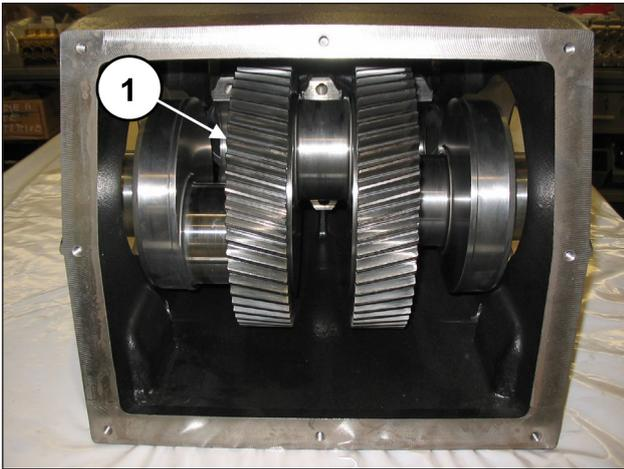

Fig. 51
**L'inserimento dell'albero a gomiti nel carter deve essere effettuato in modo che la dentatura delle corone risulti orientata come in Fig. 51.**